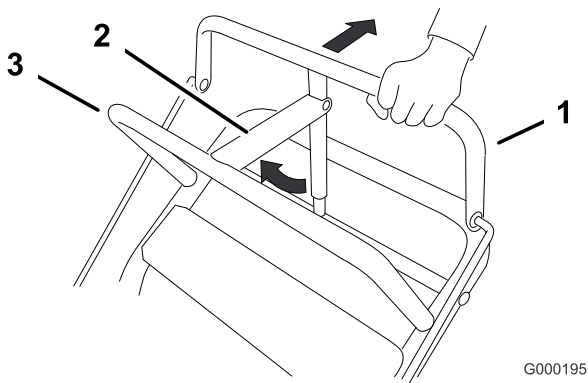

Bild 7
1. Ziehen Sie den oberen Schaltbügel (Bild 7) zurück und halten Sie ihn in dieser Stellung.
2. Heben Sie den Feststellbremshebel (Bild 7) hoch und lassen den oberen Schaltbügel langsam los. Der Bremshebel sollte in der aktivierten (gesperrten) Stellung bleiben.